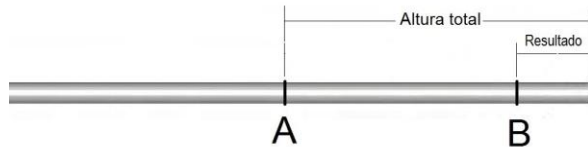

Figura 6. Marcado sobre la tubería
- En la tubería se mide desde el extremo para doblar el número calculado y se marca sobre la tubería el punto "B" tal como se aprecia en la figura 6.